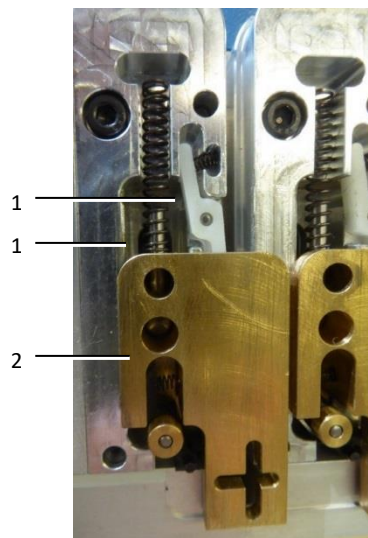

Bild 28: Transportenhet
- Håll en mycket liten mängd olja på aluminiumet på båda sidor (bild 28, pos. 1) av styrningsspåret.
- För mässingssliden (bild 28, pos. 2) uppåt och nedåt så att oljan fördelas.